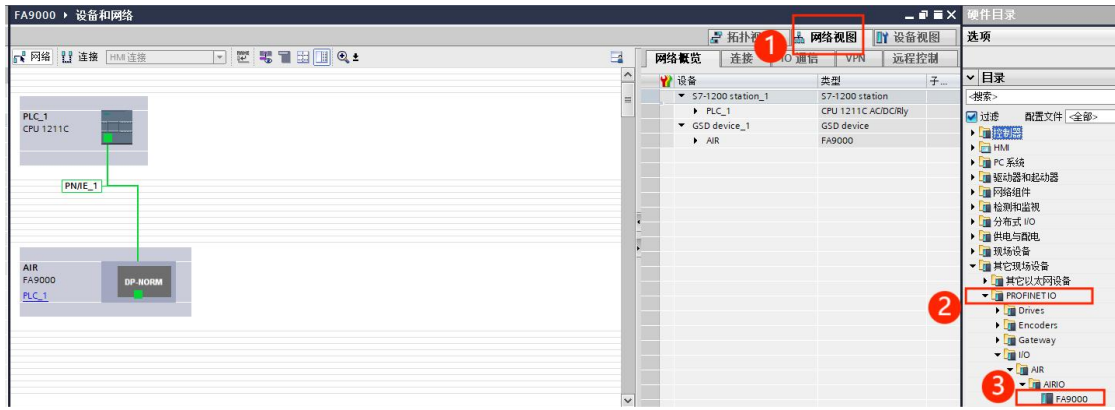
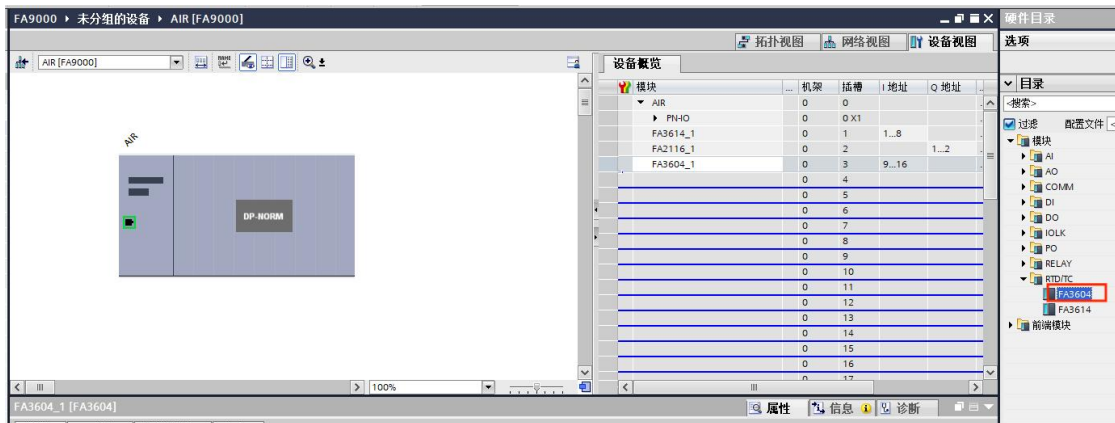

图4-11 组态设备
图4-12 组态I/O模块
5、组态设备，在网络视图中展开硬件目录，并选择耦合器，如图4-11所示，双击耦合器进入设备视图中组态I/O模块，如图4-12所示。